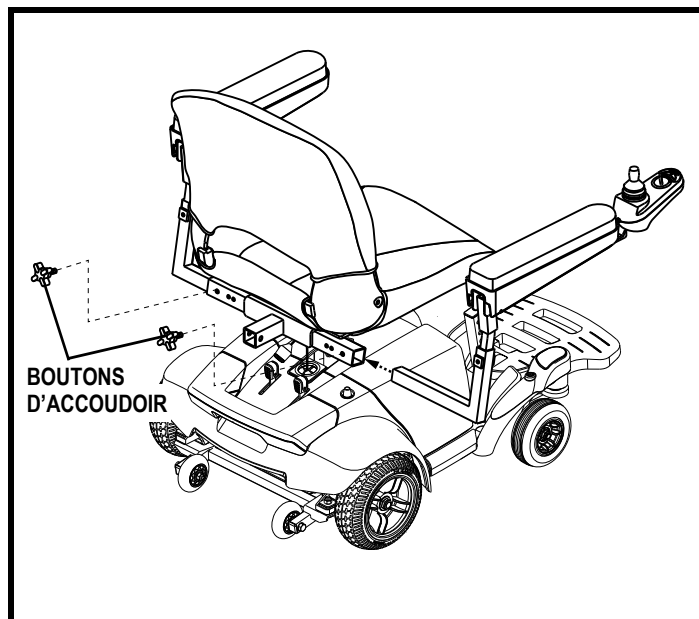

Figure 12. Réglage en largeur des accoudoirs
1. Trouvez les deux boutons de réglage sur chaque côté du siège. **Voir la figure 12.**